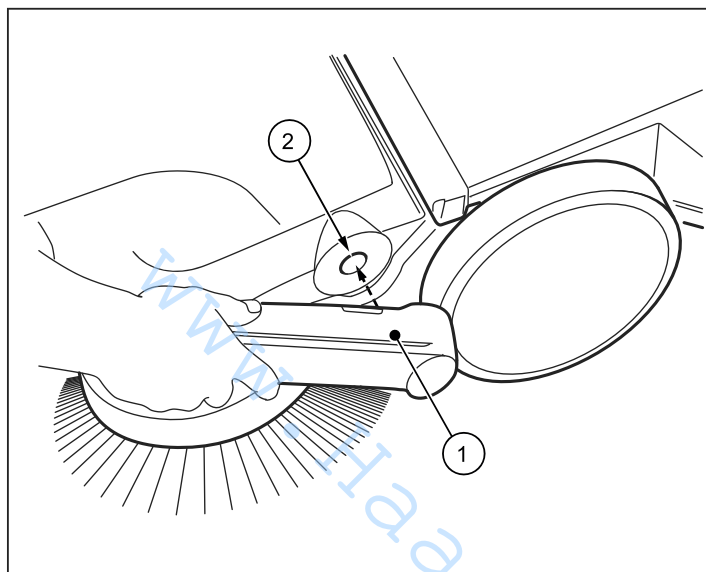

Abb. 7: Griffbeschlagmontage (haaga 375)
1. Positionieren Sie die Griffbeschläge (1) wie in der Abbildung 7 dargestellt.
2. Führen Sie die Griffbeschläge in dieser Position in die dafür vorgesehene Aufnahme (2) der Kehrmaschine ein. Dafür ist ggf. ein leichter Schlag auf die Griffbeschläge notwendig.